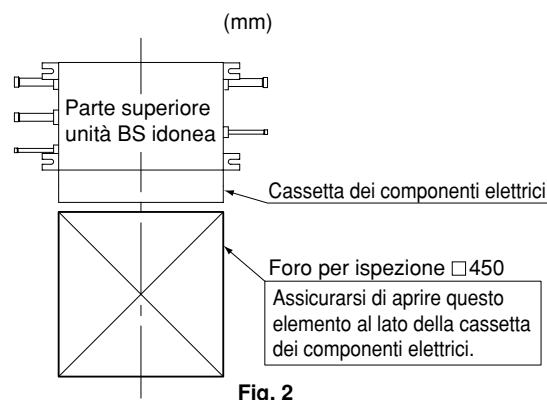

Fig. 2
- Luoghi in cui possa essere installato un foro di ispezione (**Fare riferimento alla Fig. 2**) per il lato della cassetta dei componenti elettrici (Vedere Nota).